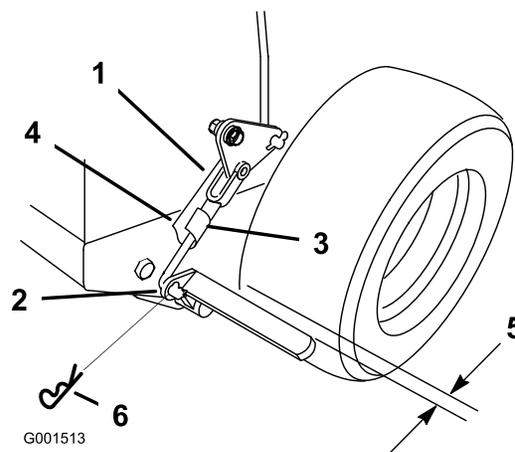

Figura 41
3. Staccate la coppiglia dal tirante inferiore del freno (Figura 41).
senso antiorario per allentare il freno di stazionamento (Figura 41).
**Nota:** Quando il freno di stazionamento non è inserito, dovrebbe esserci uno spazio di circa 6 mm tra lo pneumatico e la barra piatta (Figura 41).
5. Fissate il tirante inferiore alla leva inferiore del freno con la coppiglia e il perno con testa (Figura 41).